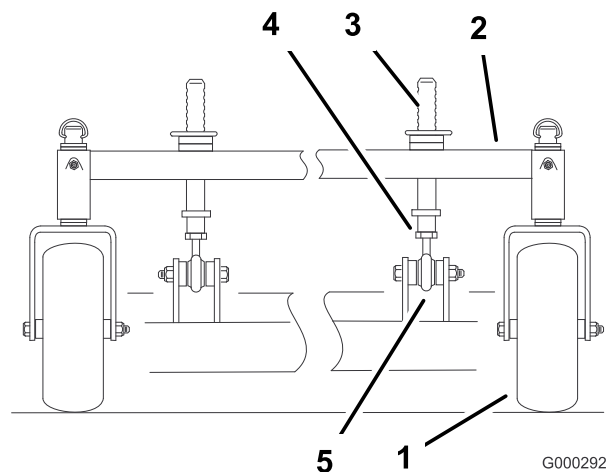

Figura 59
Per modificare l'inclinazione longitudinale, possono essere regolate le postazioni di altezza di taglio anteriori (Figura 59).
Per sollevare la parte anteriore del piatto di taglio, allentate il controdado e ruotate in senso orario il perno anteriore (Figura 59).
Per abbassare la parte anteriore del piatto di taglio, allentate il controdado e ruotate in senso antiorario il perno anteriore (Figura 59).
2. Misurate ai punti **C** e **D** (Figura 59) da una superficie piana fino al tagliente delle lame.
4. Serrate i controdadi (Figura 59).